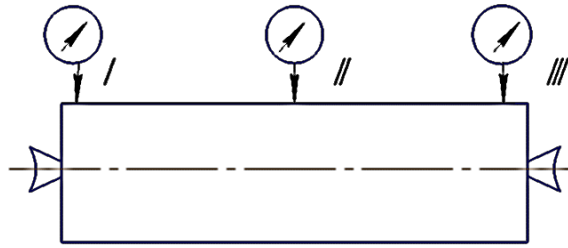

Рис. 2. Схема контроля биения вала
4. Установить каждую из заготовок в контрольные центры, определить радиальное биение наружной поверхности в трех сечениях согласно схеме контроля (рис. 2).